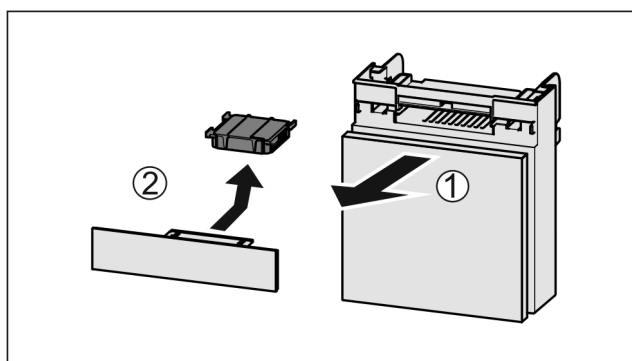

Fig. 136
- Vytiahnite zásuvku smerom dopredu Fig. 136 (1).
- Vyberte aktívny uhlíkový filter Fig. 136 (2).